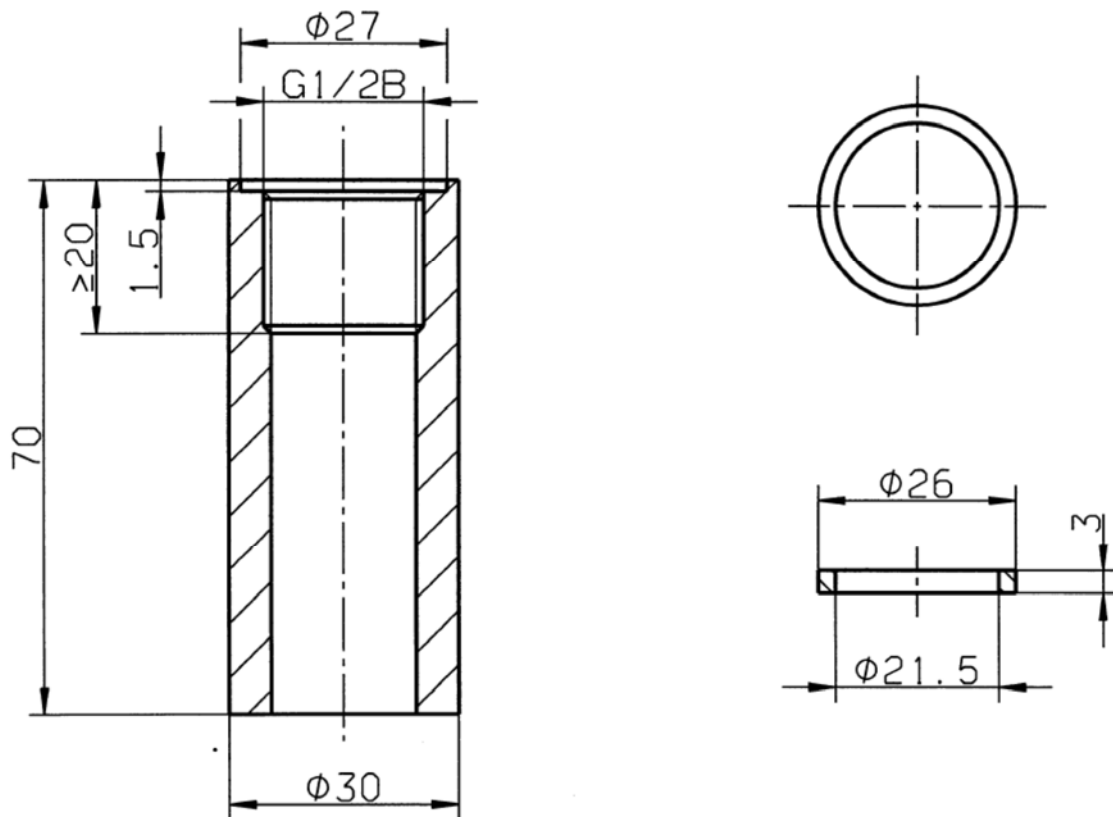

Abbildung 20: Gewindemuffe G ½ mit BL \leq 70 mm zum Einschweißen
Die Länge der Gewindemuffe zum Einschweißen muss so gewählt werden, dass die erforderliche Eintauchtiefe gewährleistet ist. (siehe Abbildung 20). Die Dichtfläche muss glatt, d.h. geschliffen, und senkrecht zur Gewindeachse ausgeführt werden.
- Flachdichtung, Ausführung nach Abbildung 20.